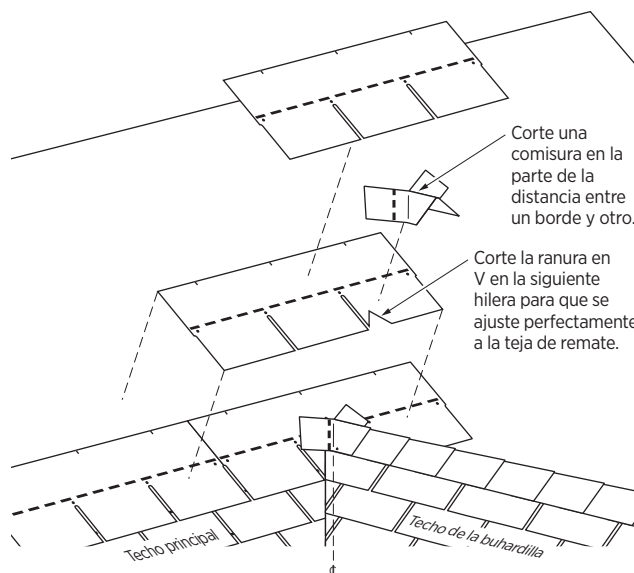

Figura 9-10: Vista en detalle de todo el ensamblaje, donde la cumbrera de la buhardilla se une con el techo principal
9. La comisura en el remate de la cumbrera debe estar cubierta completamente por la teja en la siguiente hilera. Si los cortes o las juntas de tope están a menos de 4" (100 mm) de la comisura, se debe instalar una parte recortada de la teja de por lo menos 8" (203 mm) de ancho por 12" (305 mm) de alto sobre el corte antes de que se aplique la teja entera (Figura 9-10).